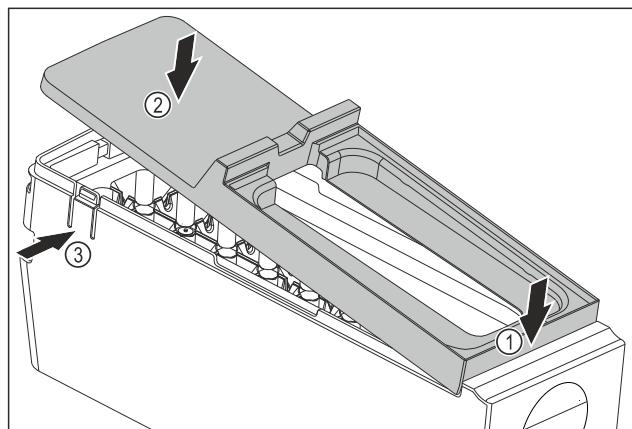

Fig. 92
- Монтаж на капака на корпуса на EasyTwist-Ice: Поставете капака отпред. Fig. 92 (1)
- Спуснете капака отзад. Fig. 92 (2)
- Капакът се фиксира с щракване в двете езичета Fig. 92 (3).